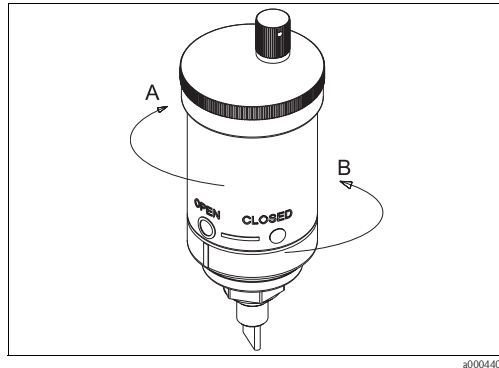

Fig. 13: Valvola di sfiato in posizione aperta
1. Prima di riempire il sistema, verificare che il coperchio rosso dello sfiato sia serrato saldamente e che la valvola raggiunga la posizione di chiusura (v. fig. 13) girando il corpo della valvola di sfiato in direzione oraria. Usare solamente le mani per evitare di danneggiare lo sfiato.
4. Avviare il funzionamento girando il corpo della valvola di sfiato in senso orario sino alla posizione di apertura (v. fig. 13).
1. Girare il corpo dello sfiato in senso orario sino alla posizione di chiusura per isolare lo sfiato dal sistema (v. fig. 13).